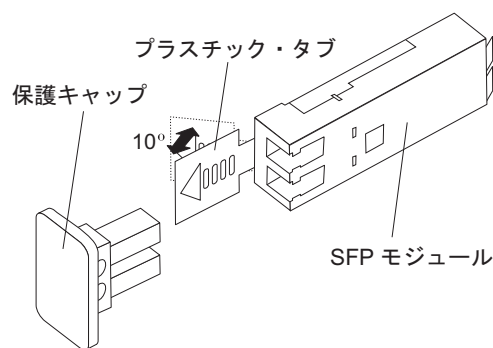

図 27. SFP モジュール・ラッチのアンロック - プラスチック・タブの場合
- ・プラスチック・タブが入っている SFP モジュールの場合は、図 27 に示すように、プラスチック・タブを外側に 10° 引いて SFP モジュールのラッチをアンロックします。